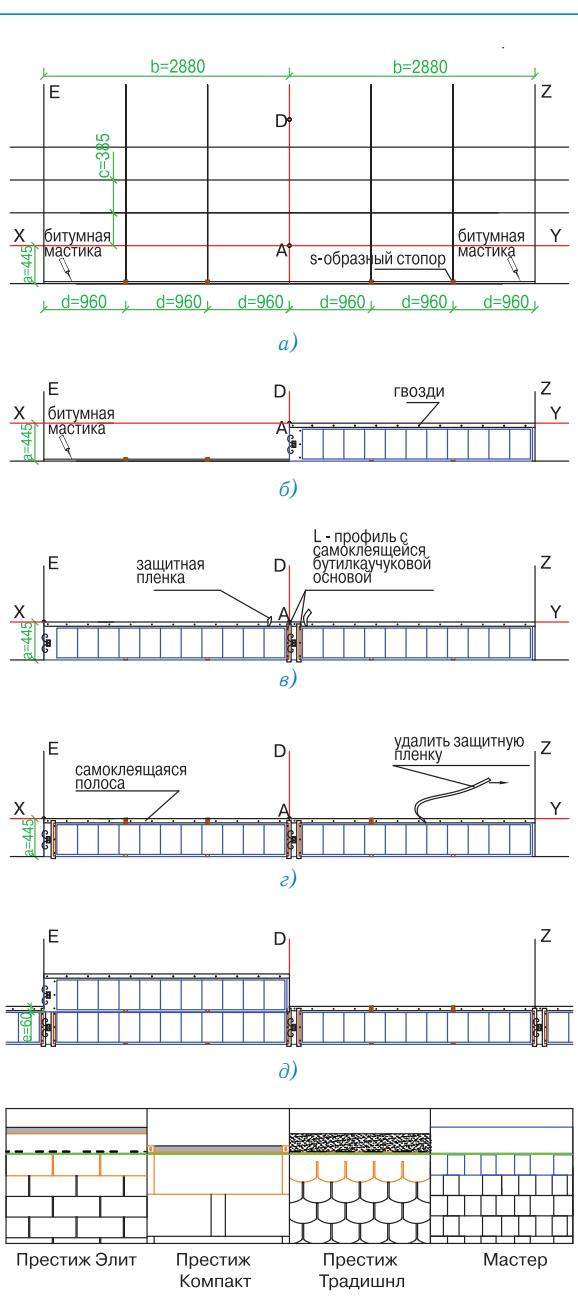

Рис. 3
Укладка ТЕГОСОЛАР (рис. 3)
- Вдоль линии карниза установите кляммеры-стопоры с шагом 96 см согласно разметке (рис. 3а);
- далее в кляммеры-стопоры аккуратно вставьте панели ТЕГОСОЛАР и зафиксируйте их по нижнему краю битумной мастикой, по верхнему – 12 гвоздями с шагом 25 см через специально отведенные отверстия (рис. 3б);
- далее для обеспечения герметичности соединения панелей установите L-профиль, имеющий самоклеящуюся бутилкаучуковую основу (рис. 3в); L-профиль закрепите гвоздями через предусмотренные в нем отверстия;
- перед укладкой второго ряда черепицы ТЕГОСОЛАР снимите защитную пленку с верхней части уложенной черепицы первого ряда (рис. 3г);
- по верхнему краю уже уложенного первого ряда панелей ТЕГОСОЛАР установите кляммеры-стопоры с шагом 96 см согласно разметке (рис. 3д) и закрепите гвоздями через специально предусмотренные в них отверстия;
- следующую панель ТЕГОСОЛАР аккуратно вставьте в кляммеры-стопоры таким образом, чтобы нахлест на ранее установленные панели первого ряда составлял 6 см и она частично перекрывала уже установленные L-профили (рис. 3д);
- зафиксируйте ТЕГОСОЛАР при помощи гвоздей (12 шт.) с шагом 25 см (рис. 3д);
Внимание: в случае, когда панели ТЕГОСОЛАР начинают монтировать не от карниза, особое внимание следует уделить местам нахлеста панелей на поверхность основной черепицы ТЕГОЛА. Гвозди, которыми была закреплена основная черепица, должны быть закрыты, поэтому укладка панелей ТЕГОСОЛАР в этом случае начинается ниже линии крепления черепицы. Уровень этой линии для некоторых моделей черепицы ТЕГОЛА приведен на рис. 3е. Далее разметку и укладку панелей ТЕГОСОЛАР следует выполнять согласно рис. 2 и рис. 3.